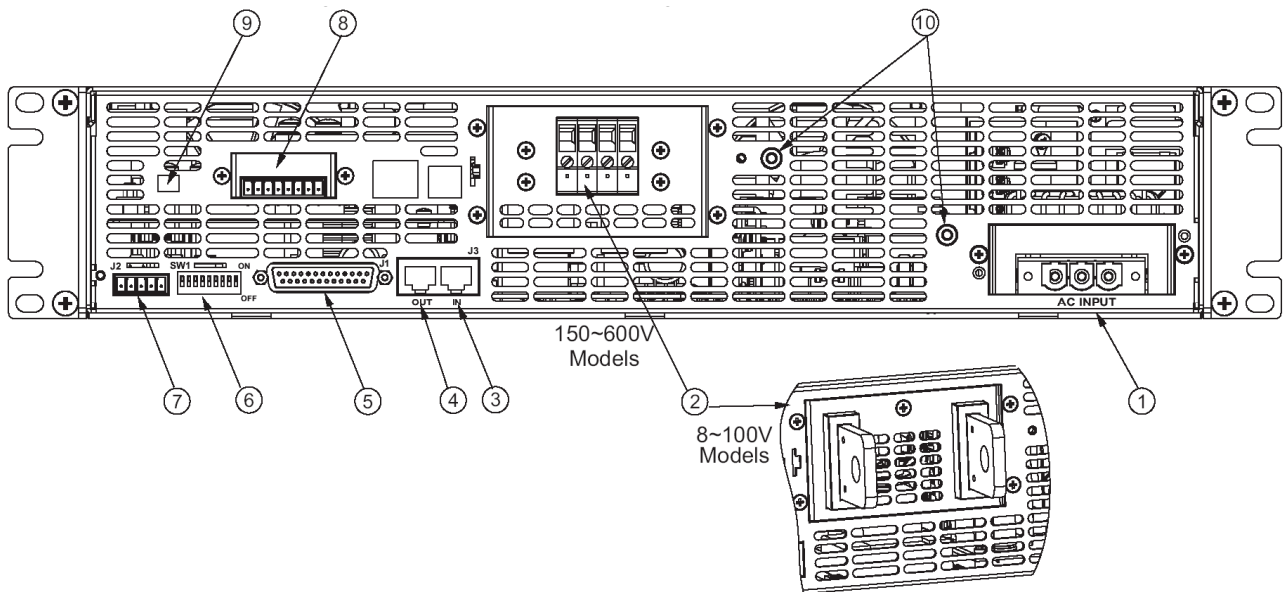

図 4-2 リアパネルコネクタ
- ◆ 電源のリアパネルにあるコネクタについては図 4-2 を参照してください。